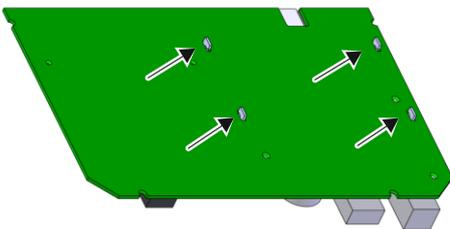

Fig. 2: Face arrière USR-51
- Replier les pattes métalliques (voir Fig. 2)